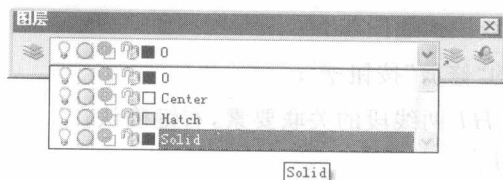

图 2-13 选择“粗实线”层
(1) 图例轮廓线是粗实线。因此，首先选择图层，单击“图层”工具条中的图层列表框，弹出图层列表，单击“Solid”层。如图 2-13 所示。